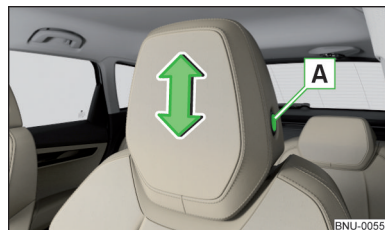

Fig. 89
- Para **ajustar la altura** mantener presionada la tecla de seguridad **A** y desplazar el soporte en la dirección deseada » fig. 89.